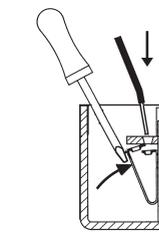

FIG. 2
- In order to connect the wires up to the lock terminals, press each tab, as shown in the diagram, until the holes are aligned, and then insert the cables after removing the insulating material from their ends (fig. 2).
- Pour connecter les câbles aux bornes de la serrure, presser chaque languette comme indiqué en figure, jusqu'à obtenir l'alignement des trous et introduire les câbles déjà dénudés (fig. 2).
- Para conectar los cables a los bornes de la cerradura, apretar cada lengüeta como en la figura, hasta la alineación de los orificios e introducir los cables ya pelados (fig. 2).
- Для подсоединения кабелей к зажимам замка необходимо нажать на каждый язычок (как показано на рисунке) так, чтобы отверстия точно совпали, после чего ввести конец кабеля, предварительно удалив с него изоляцию (рис. 2).